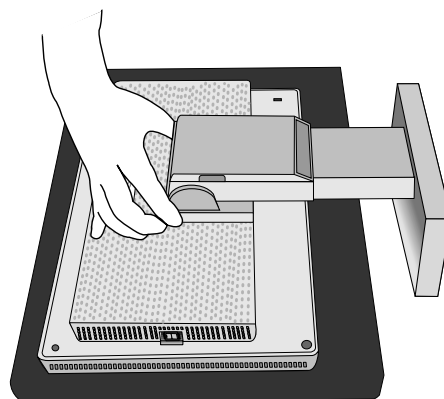

Rysunek S.1
3. Połóż monitor ekranem w dół na miękkiej powierzchni (**Rysunek S.1**).